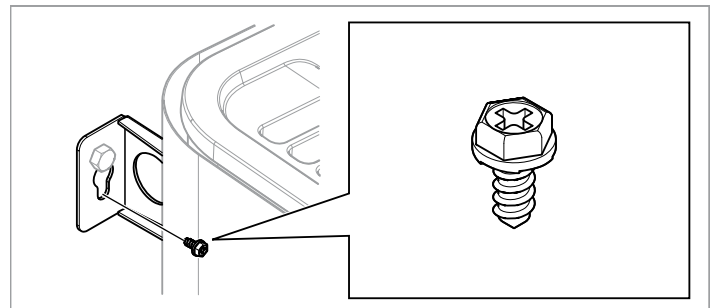

Abb. 11: Sicherungsschraube der Halterung
9. Sichern Sie den Ofen mit der Sicherungsschraube, siehe Abb. 11, Seite 11.